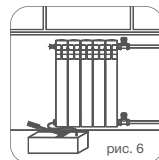

рис. 6
- 8.6. Гидростатическое давление в системе отопления не должно превышать 1,5 МПа (15 атм) (рис. 6). По фактическим показаниям приборов в эксплуатации.